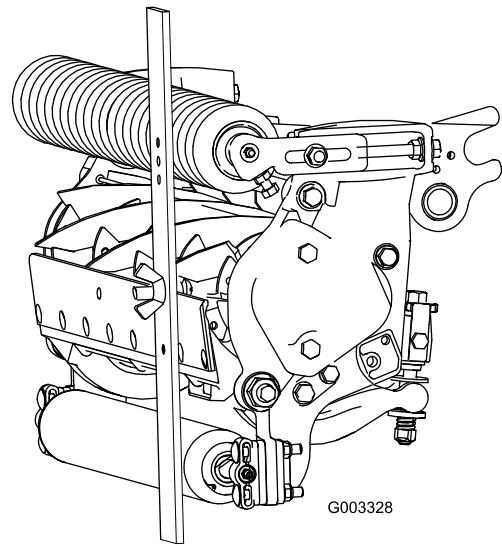

Figura 24
3. Enganche la cabeza del tornillo sobre el filo de la contracuchilla y apoye el extremo trasero de la barra sobre el rodillo trasero (Figura 24).
4. Gire el tornillo de ajuste hasta que el rodillo delantero entre en contacto con la barra de ajuste (Figura 24). Ajuste ambos extremos del rodillo hasta que el rodillo esté paralelo a la contracuchilla en toda su longitud.